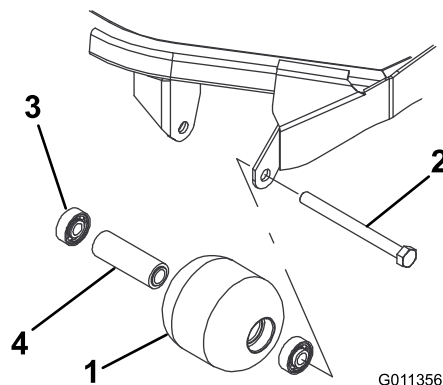

Figure 98
1. Retirez le boulon de fixation du galet (Figure 98).
(Figure 98) Remplacez les composants endommagés et remontez-les.
1. Enfoncez le premier roulement dans le logement à la presse (Figure 98). Exercez la pression uniquement sur la bague extérieure ou uniformément sur les bagues intérieure et extérieure.
2. Insérez l'entretoise (Figure 98).
3. Enfoncez le second roulement dans le logement à la presse (Figure 98). Exercez une pression uniforme sur les bagues intérieure et extérieure jusqu'à ce que la bague intérieure rencontre la douille d'écartement.